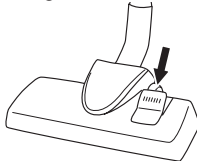

Abbildung 4 Weicher harter Untergrund
4. Stellen Sie jetzt die Saugdüse für das Saugen auf harten oder weichen Untergrunds ein, indem Sie mit dem Fuß auf den Schalter drücken, siehe Abbildung 4. Bei einem harten Untergrund drücken Sie den Schalter ein, sodass die Borsten aus der Kombisaugdüse herausstehen. Bei einem weichen Untergrund ziehen den Schalter hoch.